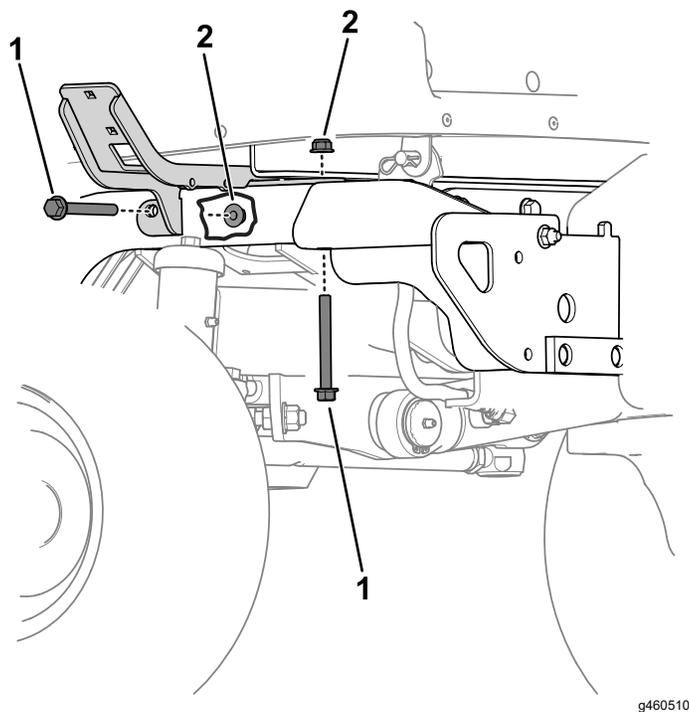

Figura 17
3. Fije el soporte izquierdo y el soporte derecho a los tubos del bastidor trasero con 4 pernos de cabeza hexagonal ($\frac{3}{8}$ " x $3\frac{1}{4}$ ") y 4 contratuercas ($\frac{3}{8}$ ") en cada lado (Figura 17).